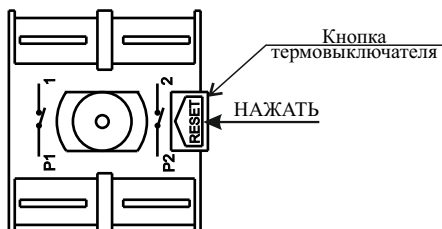

Рисунок 2 - Лицевая панель термовыключателя
- На баке установлен термовыключатель, который служит для защиты ЭВН от перегрева воды, и отключает его от электросети до достижения водой температуры кипения (лицевая панель термовыключателя показана на рис. 2).